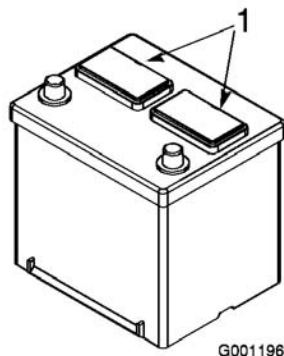

Bild 8
2. Reinigen Sie die Oberseite der Batterie und nehmen Sie die Entlüftungsdeckel ab (Bild 8).